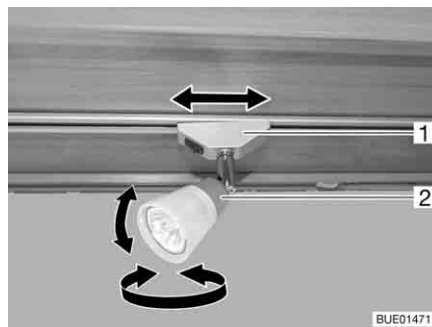

Bild 66 Spotleuchte
Drehen: ■ Gehäuse (Bild 66,2) fassen und drehen.
- Halterung (Bild 66,1) fassen und um ca. 45° drehen.
- Halterung (Bild 66,1) fassen und um 90° drehen.